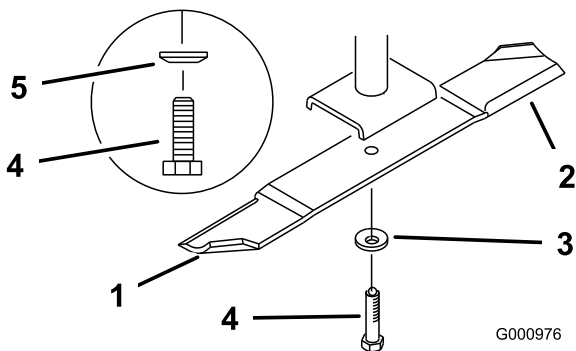

Figura 81
2. Retire del eje el perno de la cuchilla, la arandela de muelle y la cuchilla (Figura 81).
(Figura 81). Repita este procedimiento hasta que la cuchilla esté equilibrada.
1. Instale la cuchilla en el eje (Figura 81).
2. Instale la arandela de muelle y el perno de la cuchilla. El cono de la arandela de muelle debe estar orientado hacia la cabeza del perno (Figura 81). Apriete el perno de la cuchilla a 115–149 Nm.